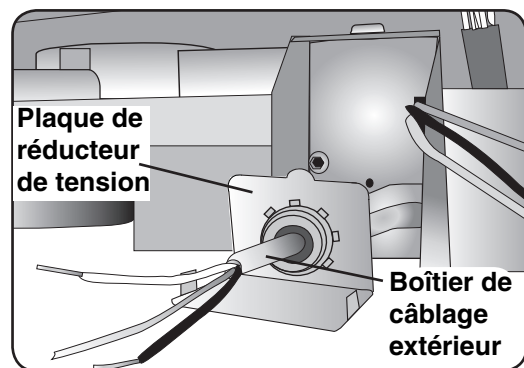

Figure 31
- 2 Passer le câble d'alimentation par le réducteur de tension, figure 31. S'assurer que le boîtier de câblage extérieur dépasse d'environ ½ po (13 mm) par le réducteur de tension.